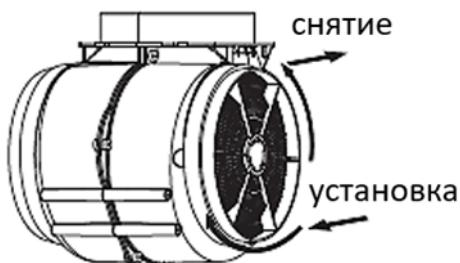

Рис. 11
- Для установки совместите пазы штифта короба мотора и угольного фильтра, и, прижимая фильтр к боковой части короба, поверните его по часовой стрелке до фиксации (рис. 11). Убедитесь, что фильтр надёжно закреплён, чтобы избежать опасности при его выпадении.